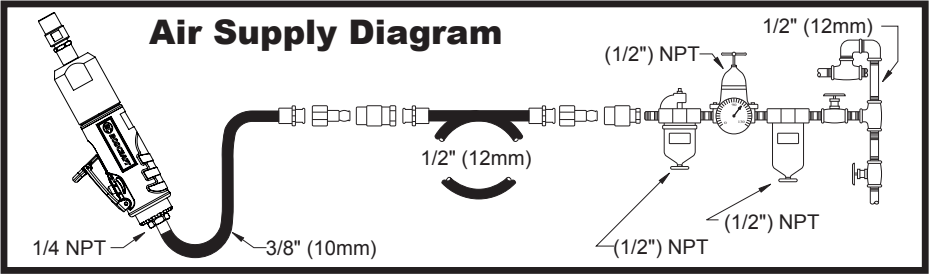

Fig. 01
**3. Operation (See figures 01 & 02)**
- Connect device as shown in Fig. 01.
- To start the machine, pull the lever (A). Machine speed is increase by increasing pressure on the lever. Release the lever to stop.
## 3. Utilisation (Voir figures 01 &amp; 02)
- Connectez l'appareil comme le montre la Fig. 01
- Pour démarrer la machine, appuyez simplement sur la levier (A). La vitesse de la machine augmente en augmentant la pression sur la levier. Relâchez la gachette pour arrêter.